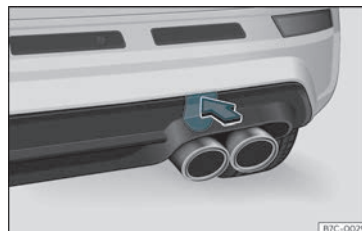

Fig. 43 No lado direito do para-choques traseiro: retirar a tampa.
O alojamento para a argola de reboque enroscável encontra-se na parte direita do para-choques traseiro, atrás de uma tampa >>> **Fig. 43**.
- Pressione a zona superior da tampa >>> **Fig. 43** para desencaixá-la.